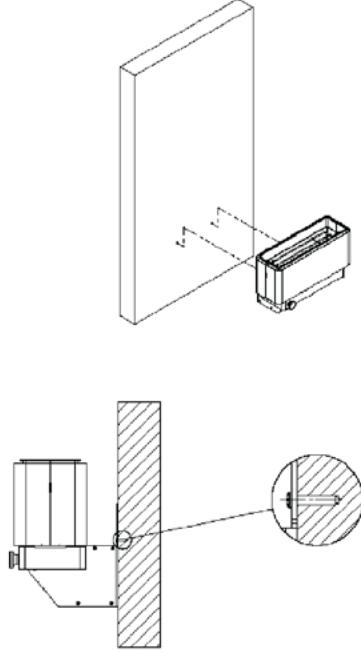

Abbildung 3.4: Hängen des Saunaklimageräts an die Wand
3.2.3. Heben Sie das Gerät dann an die Wand, sodass die Bolzen in der Wand in die Löcher auf der Rückseite des Geräts gleiten (Abbildung 3.4).